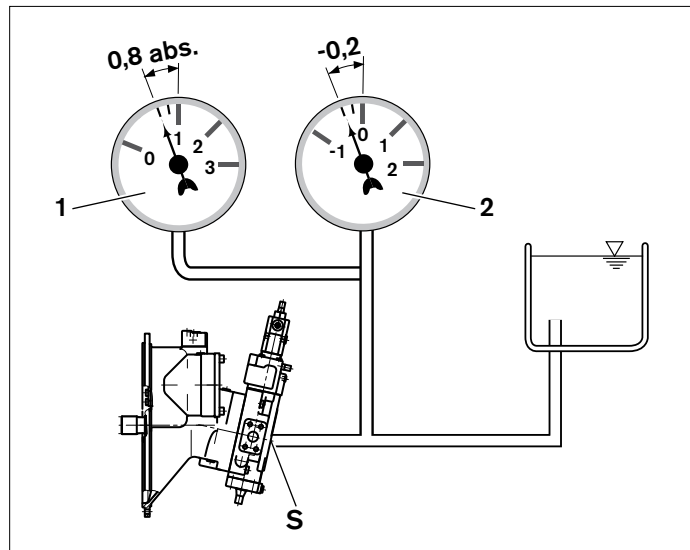

Abb. 8: Saugdruck
- ▶ Stellen Sie sicher, dass für die Axialkolbenpumpe in allen Einbaupositionen und Einbaulagen im Betrieb ein minimaler Saugdruck von 0,8 bar absolut am Anschluss „S“ vorliegt, siehe Abb. 8. Weitere Werte siehe Datenblatt.